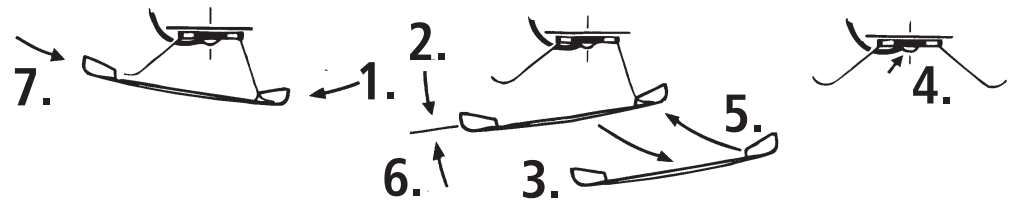

Fig. 5
**4. Remplacement des balais du moteur:** Démontez la caisse (voir fig. 3). Démontez ensuite le moteur et échangez le balais (fig. 5).